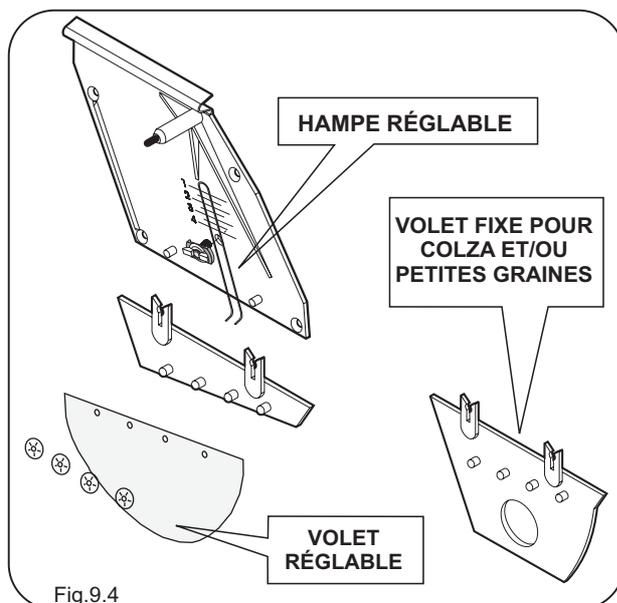

Fig.9.4
4. Le réglage de la paroi se fait en déplaçant un ressort placé sur le carter (Fig.9.4); Le balai pour décoller les graines en cas de conditions atmosphériques adverses (taux d'humidité élevé, brouillard, etc...);